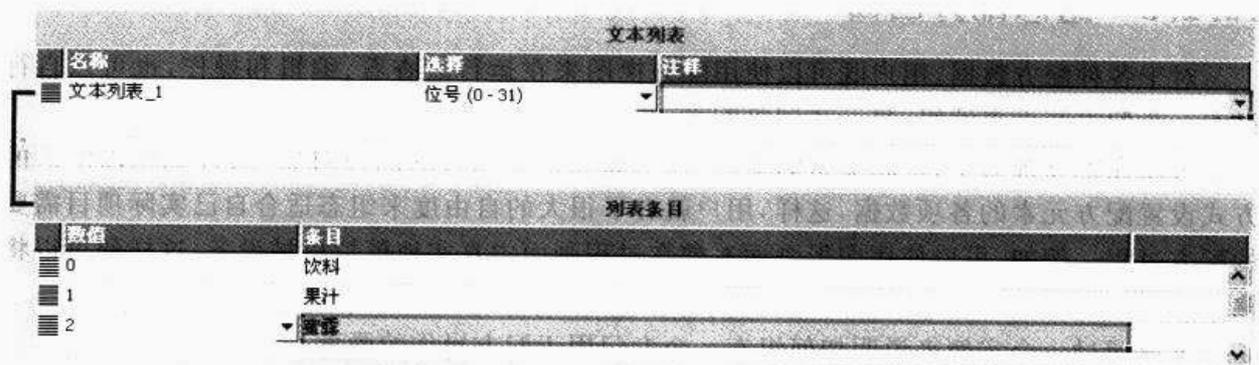

图 10-16 配方画面—文本列表
③ 在配方画面中,我们组态四个输入/输出域,分别连接相应的配方变量。
④ 组态一个文本列表,用以选择配方数据记录,如图 10-16 所示。